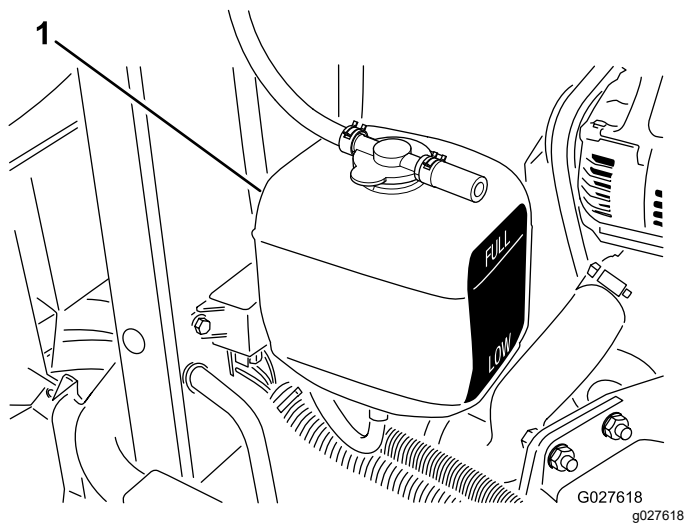

Bild 80
3. Prüfen Sie den Kühlmittelstand im Ausdehnungstank (Bild 80).